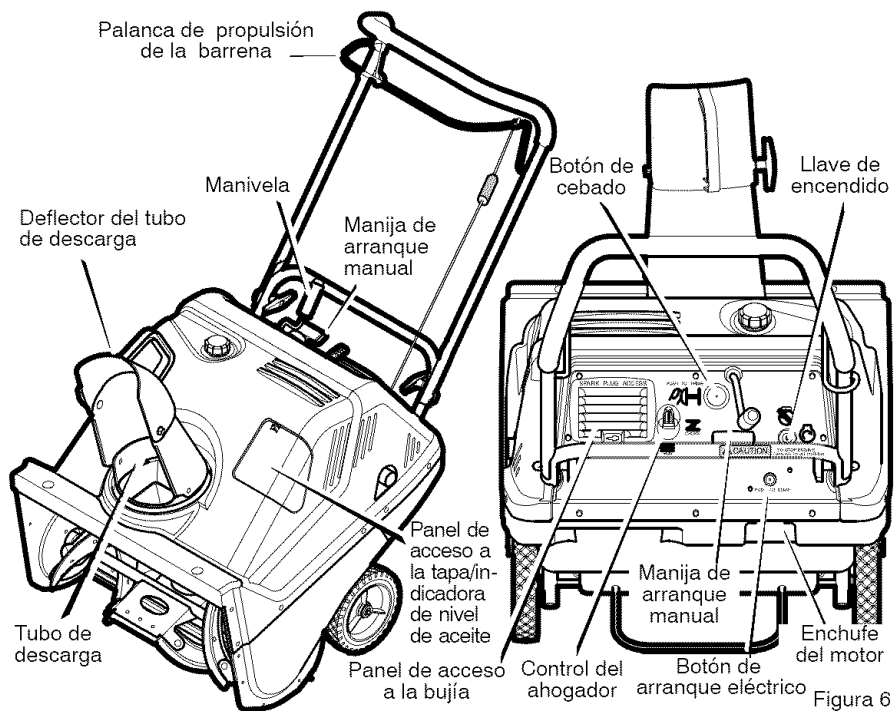

Figura 6
1. Para parar la descarga de nieve, suelte la **palanca de propulsión de la barrena**. Vea la Figura 6.